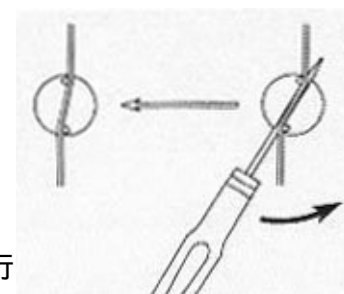

図 17
- ペダルをシャープにしてみてください。ディスクが弦を少し深く掴んでいることでしょう。ドライバーの先をディスクの弦の裏側に入れて音程が正しくなるまでディスクを優しく戻してください(図 17)。